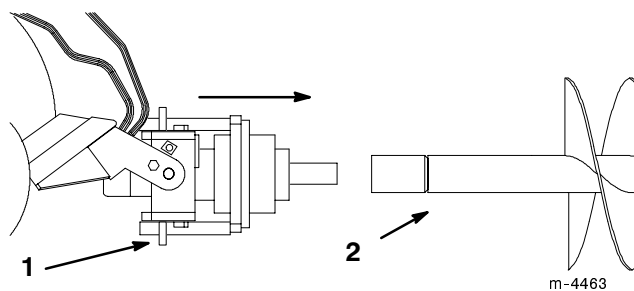

Figure 7
9. Manoeuvrer pour insérer l'arbre d'entraînement dans l'extrémité de l'arbre de tarière ou de la rallonge éventuelle (Fig. 7).